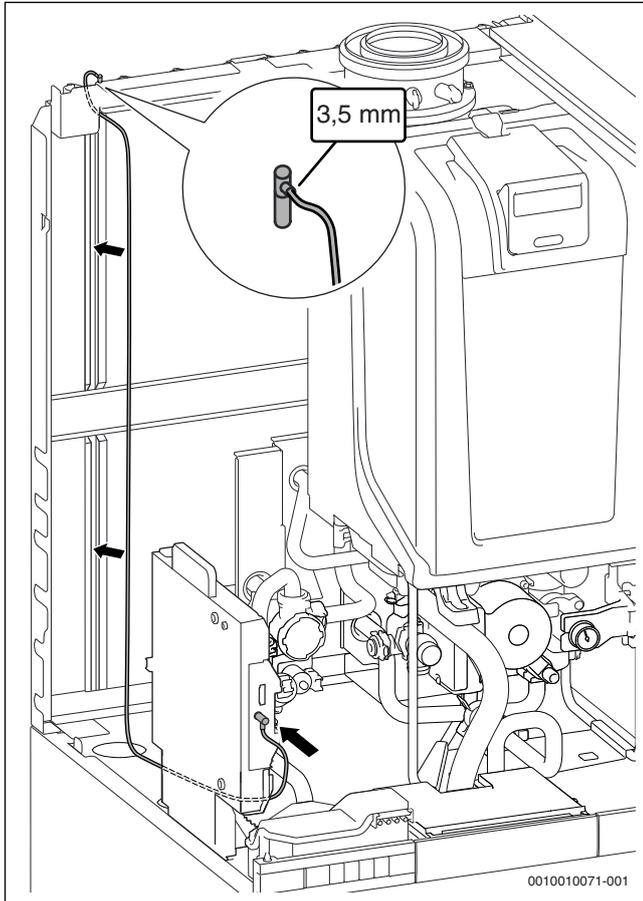

Fig. 66 Raccordement et pose du câble au Bosch MB LANi
- Poser le câble pour le raccordement de Bosch MB LANi des pièces fournies comme indiqué dans la fig. 66.